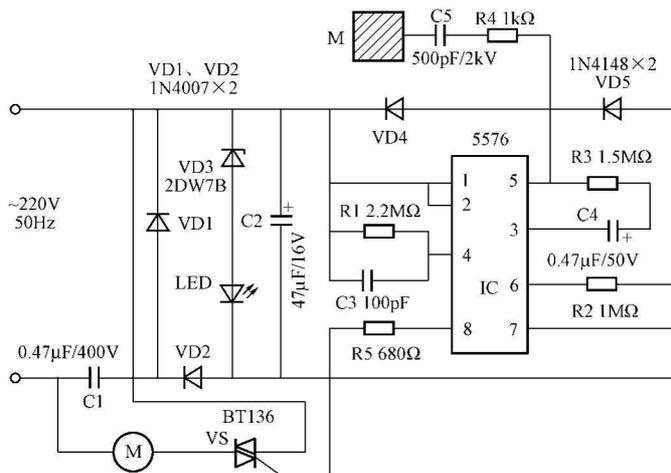

图 1-1 无级调压变速触摸开关控制电路
本文介绍一款触摸开关控制电路，电路如图 1-1 所示。
如图 1-1 所示，电路中的交流电源经 C1 降压，VD1 和 VD2 整流，LED 和 VD3 稳压，C2 滤波后，取得直流 8~12V 工作电压，加在集成电路 IC 的①、②脚及 C3 和 R1 组成谐波反馈网络，以使工作电压稳定。触发信号经 C5 和 R4 耦合至 IC 的⑤脚，R3 和 C4 组成振荡器电路输入网络，VD4 和 VD5 双向限幅，防止感应信号电压的冲击，以防误工作或损坏电路。IC 的⑧脚输出经 R5 直接触发 VS 导通，驱动负载工作，VS 选用 BT136，M 是金属热感应片，此电路负载功率在 200W 以内使用。
该电路元件无特殊要求，按图 1-1 中所示数据即可。